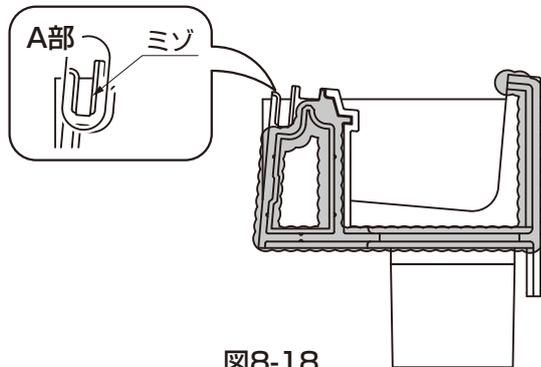

図8-18
- A部のミゾは、シーリングで埋めないようにしてください。(図8-18参照)